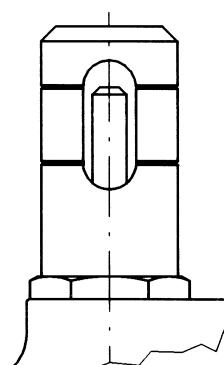

Fig. 17
- 5) Die Einstellung des Pilotreglers 3 durch Drehen der Einstellschraube 11 im Uhrzeigersinn ganz erhöhen, ohne jedoch den Schaltpunkt des SAV zu überschreiten, und gegebenenfalls die Einstellung des Monitorpilotreglers 10 herabsetzen. Durch Prüfen der Hubanzeigen durch die Schaugläser (Abb. 17) kontrollieren, ob der Monitorregler 7 seine Arbeitsstellung einnimmt und ob der Regler 1 ganz öffnet.
- 5) Augmenter complètement l'étalonnage du pilote 3 en tournant la bague 11 dans le sens des aiguilles d'une montre, sans dépasser la valeur d'intervention de la vanne de sécurité, et diminuer éventuellement l'étalonnage du pilote 10 du monitor. S'assurer que le monitor 7 prend sa position de fonctionnement et que le détendeur 1 atteint l'ouverture maximum en contrôlant la position des indicateurs de course à travers les regards (fig. 17).
- 8) Durch Prüfen der Hubanzeigen durch die Schaugläser (Abb. 17) kontrollieren, ob der Monitorregler ganz öffnet und ob der Betriebsregler seine Arbeitsstellung einnimmt.
- 8) Vérifier que le monitor se positionne en complète ouverture et que le détendeur prenne la position de fonctionnement en contrôlant les positions des indicateurs de course à travers les regards (fig. 17).